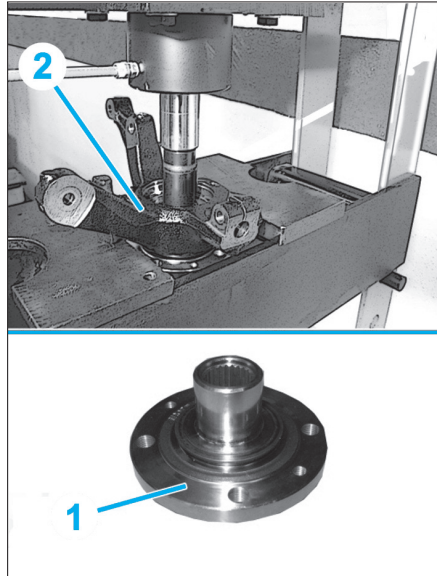

Fig. 12
- Placer le pivot sur une presse hydraulique et extraire le moyeu de roue (1) du pivot (2) (Fig.12).